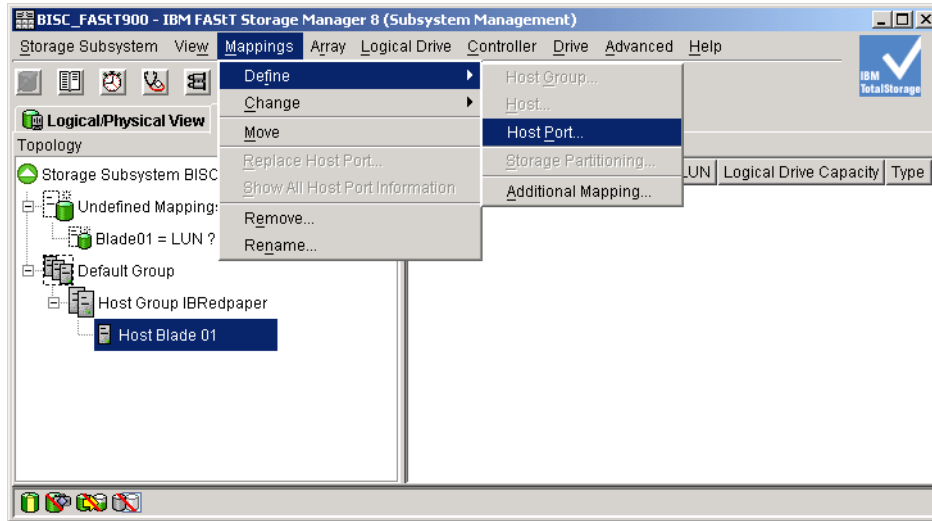

図 7-57 ホスト・ポートの定義（パート 1）
14. 「Host Blade 01」をクリックし、「Mappings」→「Define - Host Port」を選択して、ホスト・ポートを定義する（図 7-57）。